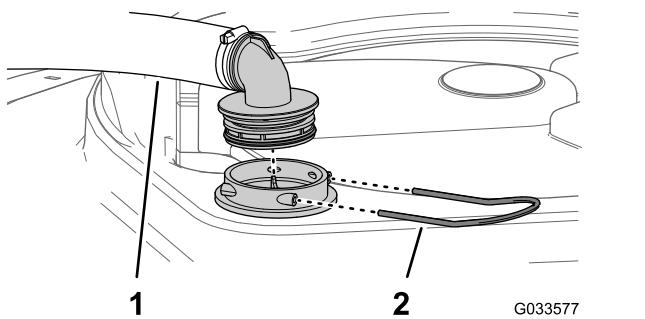

図 107
2. タンク上部で、フィルタハウジングからの太いホースについているフィッティングを固定しているリテーाを外す 図 107。
3. フィルタハウジングからホースとフィッティングを取り外す 図 107。